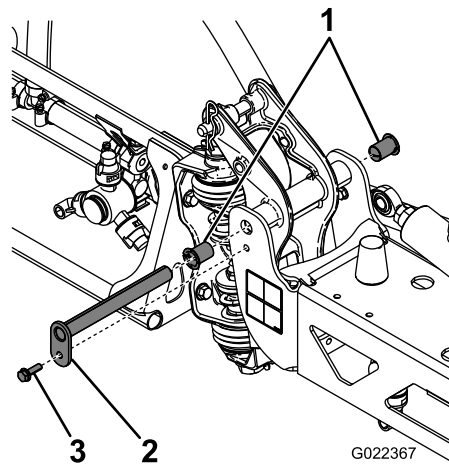

Figura 62
3. Cu greutatea braului susținută, îndepărtați urubul și piulița care fixează fusul de basculare la ansamblul braului (Figura 62).
4. Îndepărtați urubul și piulița care fixează fusul de basculare și îndepărtați fusul (Figura 62).
6. Îndepărtați și verificați bucele din nailon de la părțile din față și din spate ale suportului pivotant (Figura 62).
7. Lubrifiați cu puțin ulei bucele din nailon i montați-le în suportul pivotant (Figura 62).
8. Montați ansamblul braului i suportului pivotant la cadrul central, aliniind orificiile (Figura 62).